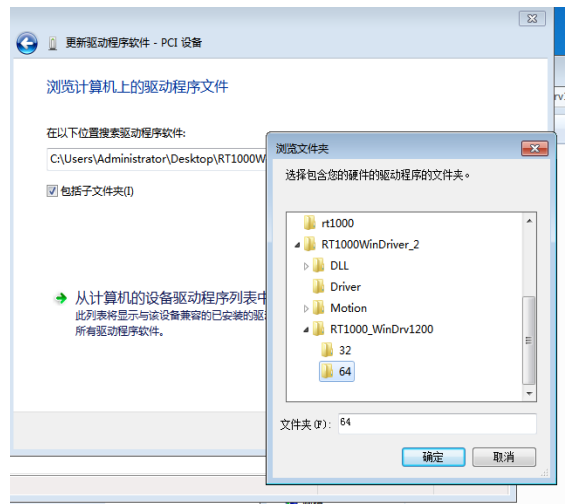

图 5-7 选择路径
- 6) 在弹出的如图 5-7 所示的“更新驱动程序软件”对话框中，点击“浏览”，指向驱动所在目录后，选择对应您所安装的电脑的位数的文件夹，点击“确定”，并点击“下一步”继续安装；